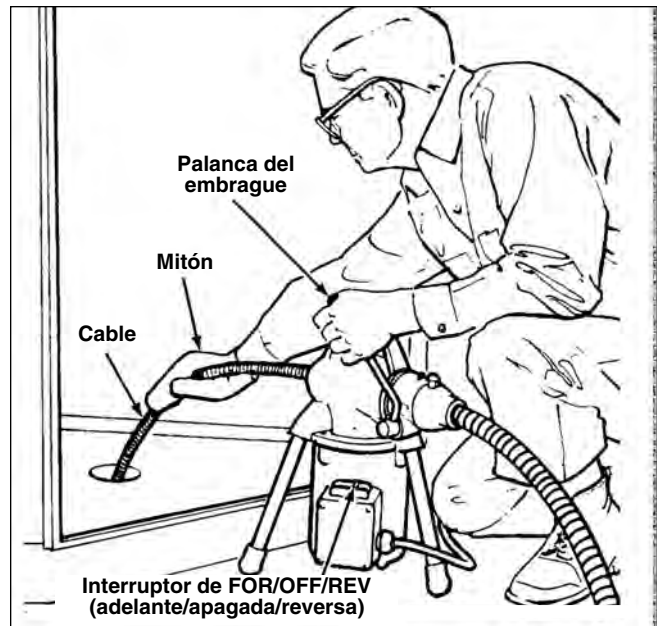

Figura 6 – Postura correcta para trabajar
- Adopte la postura correcta para mantener un buen equilibrio (Figura 6).
1. Adopte la postura correcta para mantener un buen equilibrio (Figura 6).